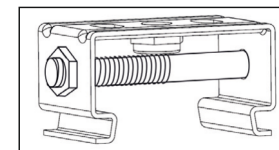
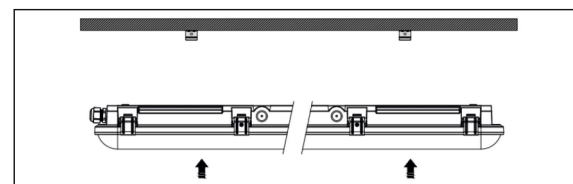

Рис. 1
Рис. 2
- Закрепите скобы на поверхность установки и защелкните в скобы осветительный прибор (рис. 2). **Внимание!** Для надежной фиксации осветительного прибора необходимо использовать стягивающие болты, входят в комплект поставки. Болты необходимо установить в боковые отверстия на скобах и затянуть гайкой (рис. 1).